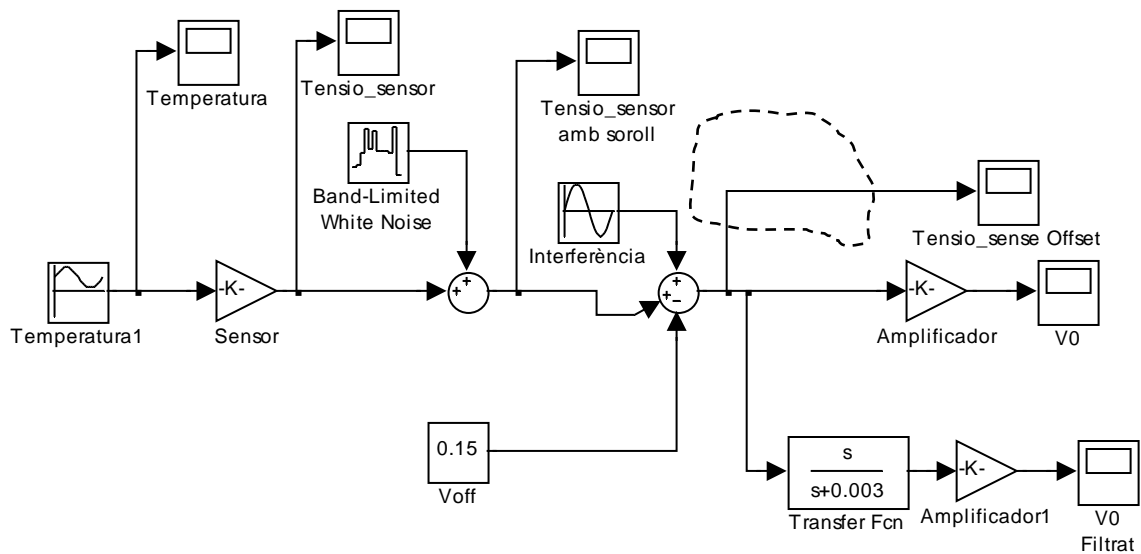

Figura 5. Efecte del filtrat sobre el soroll
- g) Implementeu aquesta interferència tal i com es mostra a la Figura 5 i observeu el senyal de sortida, tant el directe, V_0 , com el que ha passat pel filtre, V_0 filtrat. Què observeu?